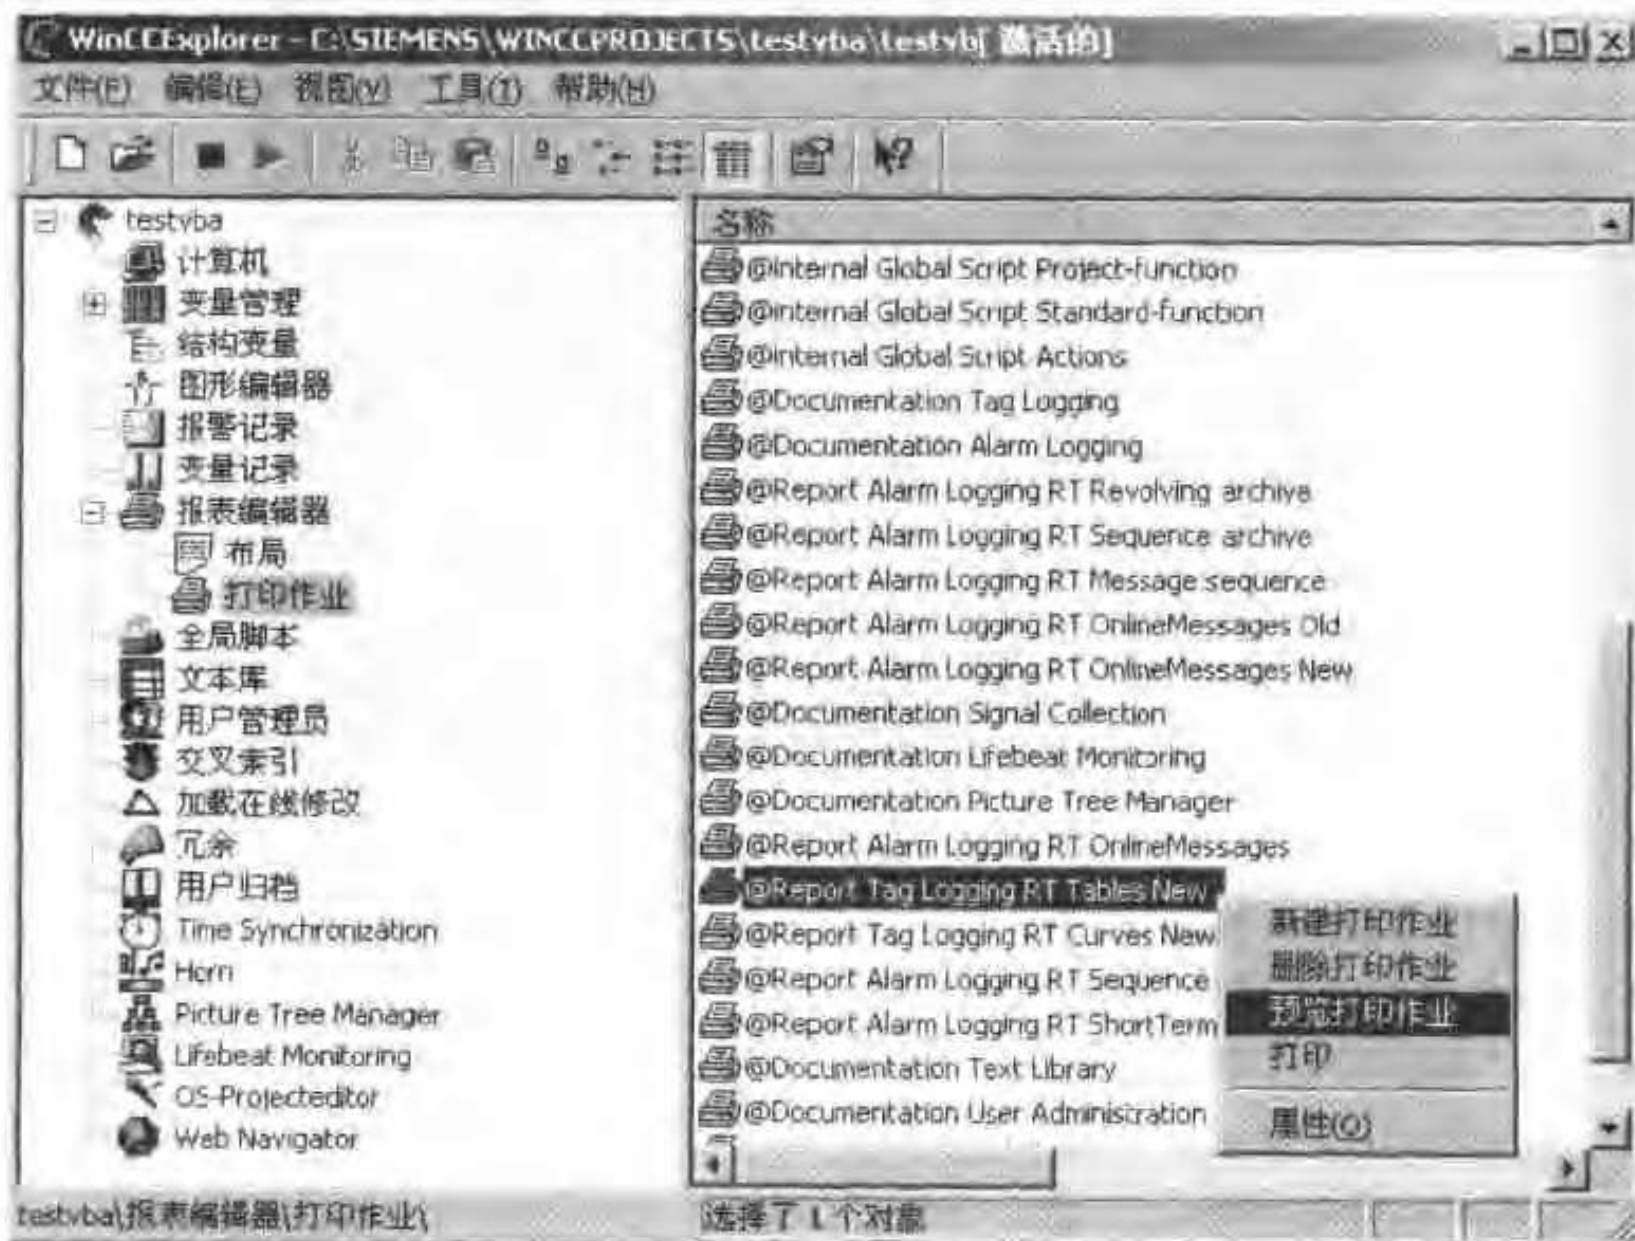

图 9-17 “预览打印作业”菜单项
- 在快捷菜单中选择“预览打印作业”菜单项,如图 9-17 所示。